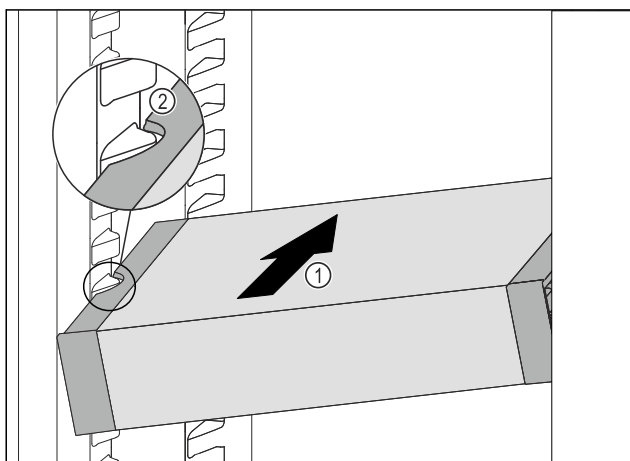

Fig. 122
- Skyv VarioSafe skrått inn i kjøleskapsdelen Fig. 122 (1), til utsparingene på sidene av Fig. 122 (2) VarioSafeser på nivå med rillene i kjøleskapet.